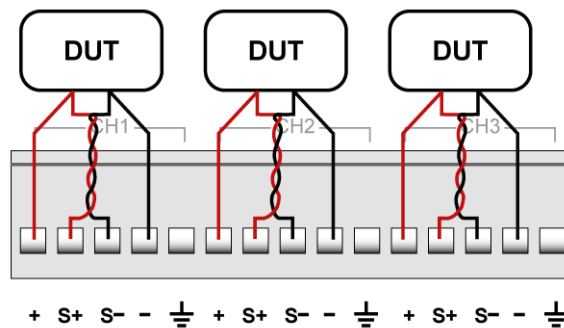

Figure 17 - Connexions de remote sense
1. Connecter les fils à l'appareil sous test comme illustré dans la **Figure 17 - Connexions de remote sense**. Effectuer les connexions entre + et S+ et S- et - pour chaque canal qui utilisera la détection à distance. Les fils S+ et S- doivent être torsadés comme illustré pour minimiser le bruit.
3. Vérifiez que les connexions correspondent à la **Figure 17 - Connexions de remote sense**.